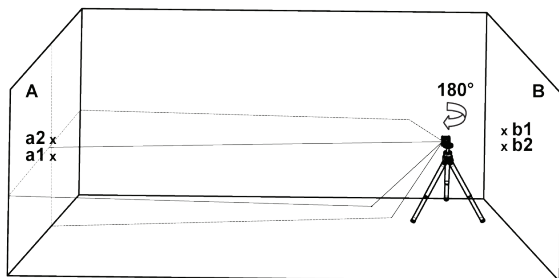

Figura 4
- 8) Rotiți nivela laser la 180° către peretele A și marcați pe perete centrul fasciculelor încrucișate cu **a2** (vezi Figura 4).